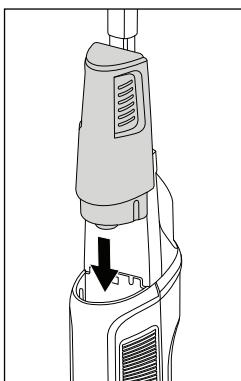

Fig. 11
- ◆ Vend brugsvandsbeholderen 11 om, og sæt den ind i indsatsen øverst på forsiden af produktet (se fig. 11).